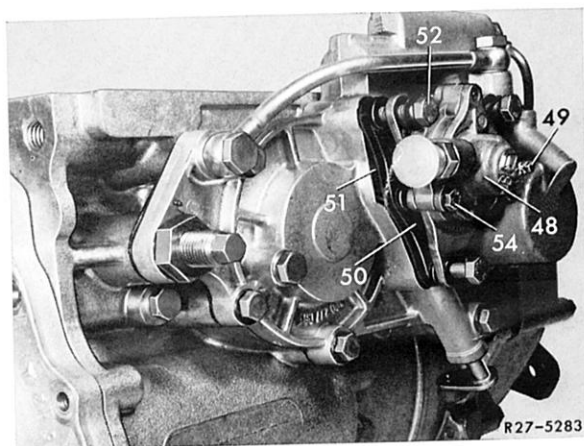

Bild 27-11/21
19 Modulierdruckgeber (48) nach Lösen der 3 Befestigungsschrauben (52) samt Isolierplatte (50) und Dichtbeilage (51) abnehmen (Bild 27-11/21).